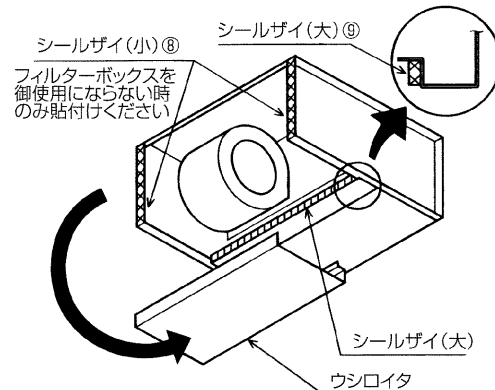

図4
- ウシロイタを外し(ネジ6本)図の方向に付換えてください。(図4)
- 付属のシールザイを図の位置に貼り付けてください。(図4)